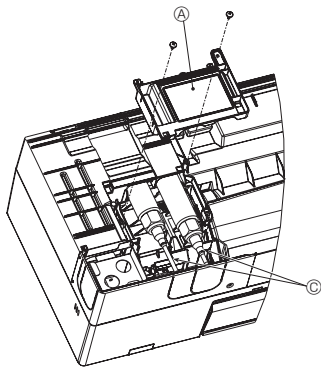

Fig. 3-16
- (4) Déposer le couvercle de boîtier ④. (Fig. 3-16)